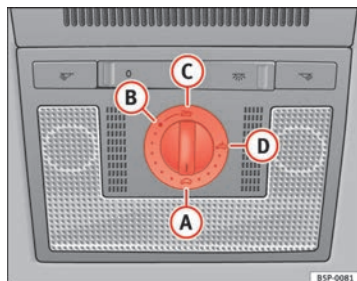

Fig. 69 Pormenor do revestimento interior do tejadilho: comando giratório do tecto de abrir / deflector
- Rodar o comando para a posição **(A)** ⇒ fig. 69 ⇒ .